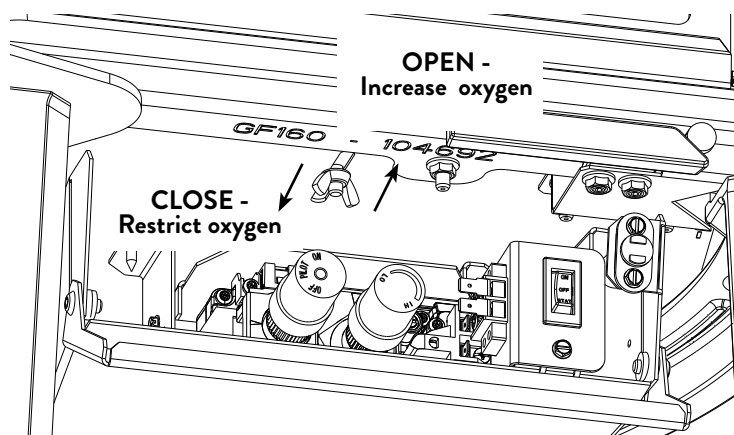

Figure 7.10.
16. NATURAL GAS ONLY: Adjust the Air Shutter. Fig. 7.10